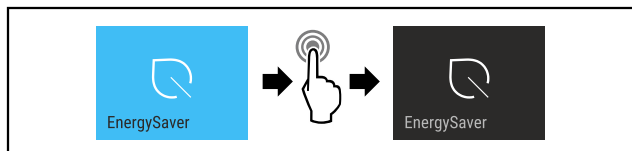

Fig. 18
- ▶ Udfør handlingstrinene (se Fig. 18) .